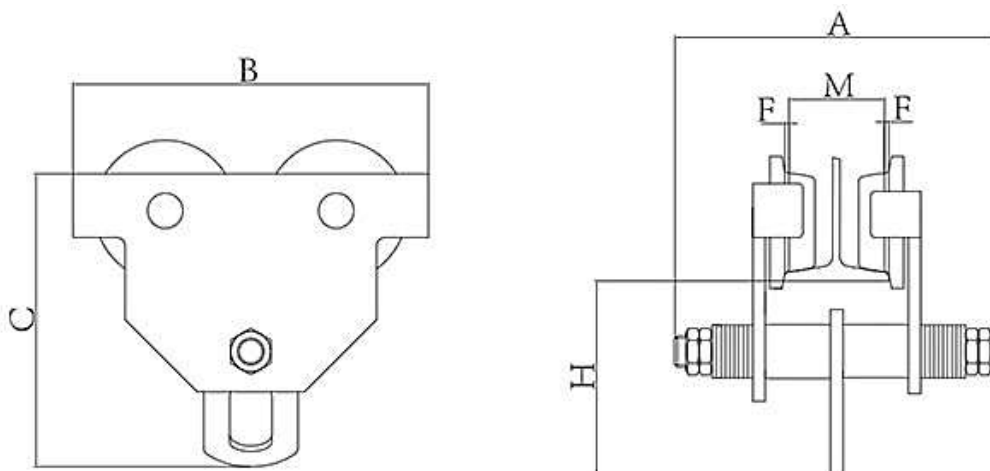

Рисунок 1. Габаритные размеры тележка холостая для тали тип А.
Механическая тележка (см. Рис.1) состоит из левой пластины (10), правой пластины (7), подвесного пальца (6), подвесной пластины (8), маховика ручной подачи (3), вала (4) и др. Обычная тележка (см. Рис. 2) состоит из левой пластины (10), правой пластины (7), подвесного пальца (6), подвесной пластины (8) и др. Колеса (1) установлены на левой и правой пластинах Подвесной палец, проходящий через левую и правую пластины и подвесную пластину, на которой подвешены лебедки, замкнут гайками (12).